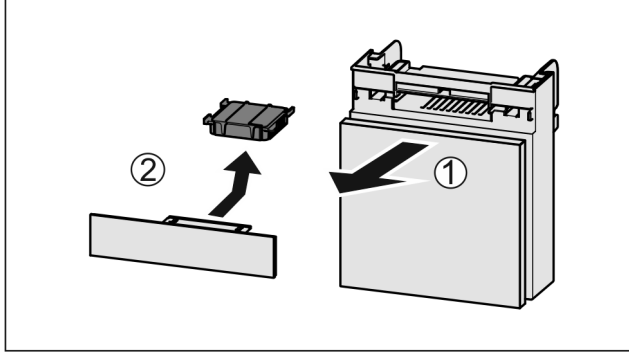

Fig. 155
- Rafı öne doğru dışarı çekin Fig. 155 (1).
- Aktif karbon filtresini çıkarın Fig. 155 (2).